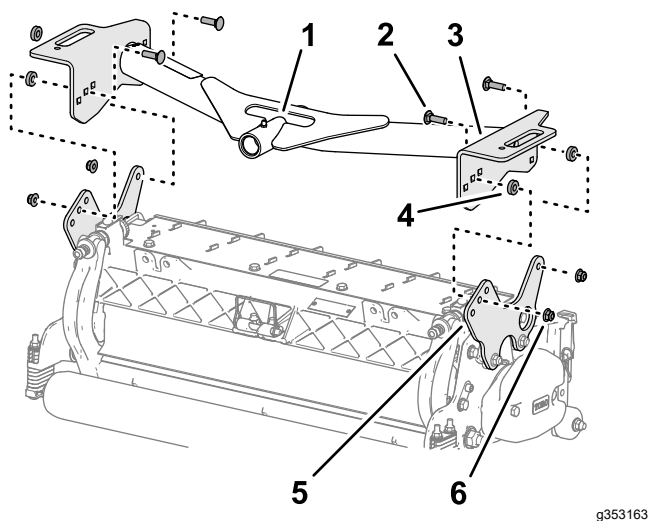

Figura 19
1. Aliniați orificiile din plăcile cadrului de susinere față cu orificiile din plăcile de montare ale unității de tăiere (Figura 19).
2. Aliniază un distanțier între placa de susinere i placa de montare (Figura 19) i asamblai lejer plăcile i distanțierul cu un urub de fixare ($\frac{3}{8}$ " x $1\frac{1}{4}$ ") i o contrapiuliă cu guler ($\frac{3}{8}$ ").